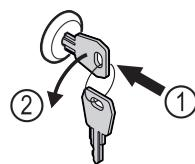

Fig. 159
- Vstavite ključ. Fig. 159 (1)
- Ključ obrnite v smeri proti urnim kazalcem za 90°. Fig. 159 (2)